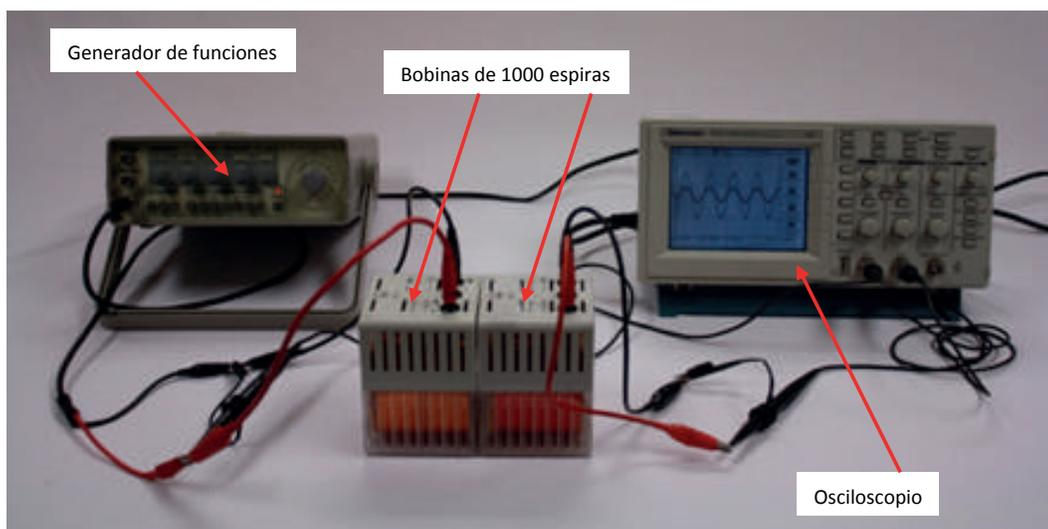

Figura 2.4. Generación y propagación de ondas electromagnéticas
- d) El dispositivo debe quedar como se muestra en la figura 2.4, coloque ambas bobinas frente a frente.